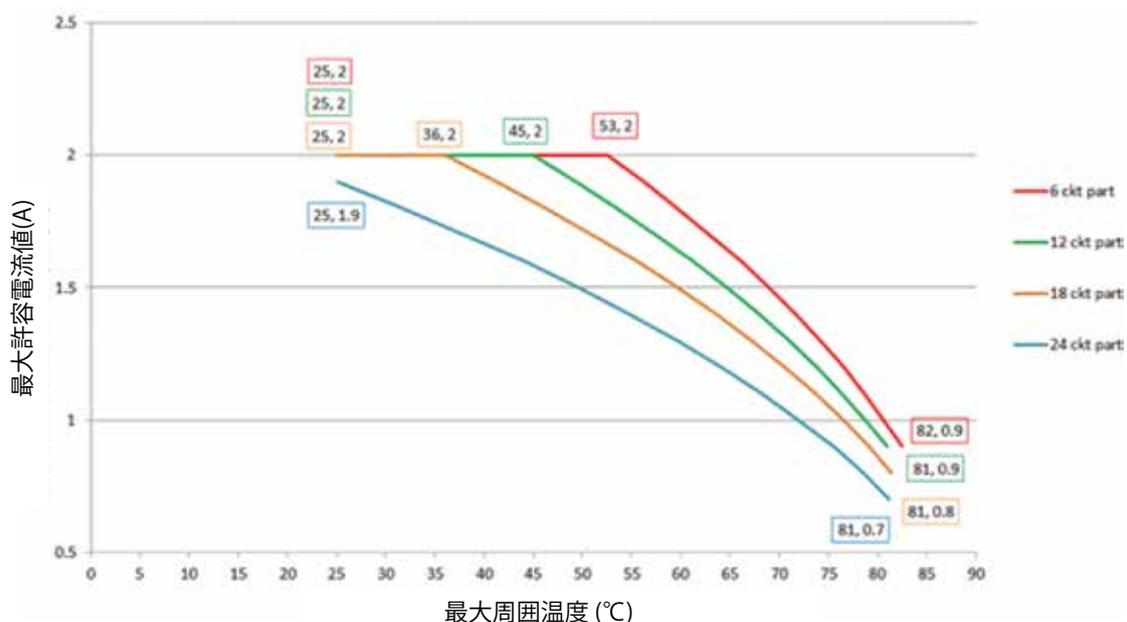

図1: AC6023の最大許容電流
4. 複数の回路にてご使用される場合の総電流値は、図1を参照し下記A, B, Cの手順に従ってご確認下さい。
- A) ご使用になるスリップリングの極数(6、12、18または24)から、適切な曲線を選択します(図1)。
- AC6023-24、50°Cの周囲温度の場合、図1より各極の最大電流は1.5Aです。